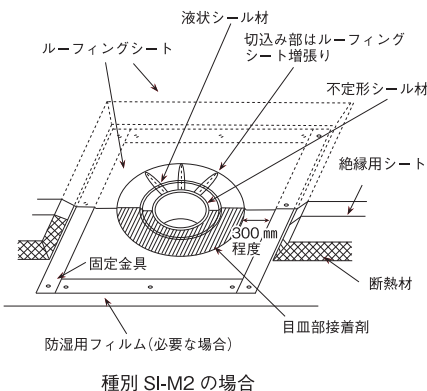

図 9.4.19 ルーフトレン回りの納まりの例 (断熱工法の場合)
- 種別 SI-M1 及び SI-M2 のルーフトレン回りの施工例を図 9.4.19 に示す。シート敷設に先立ち、断熱材をドレンのつばの 300mm 程度手前で止め、端部は 45°程度の勾配とする。